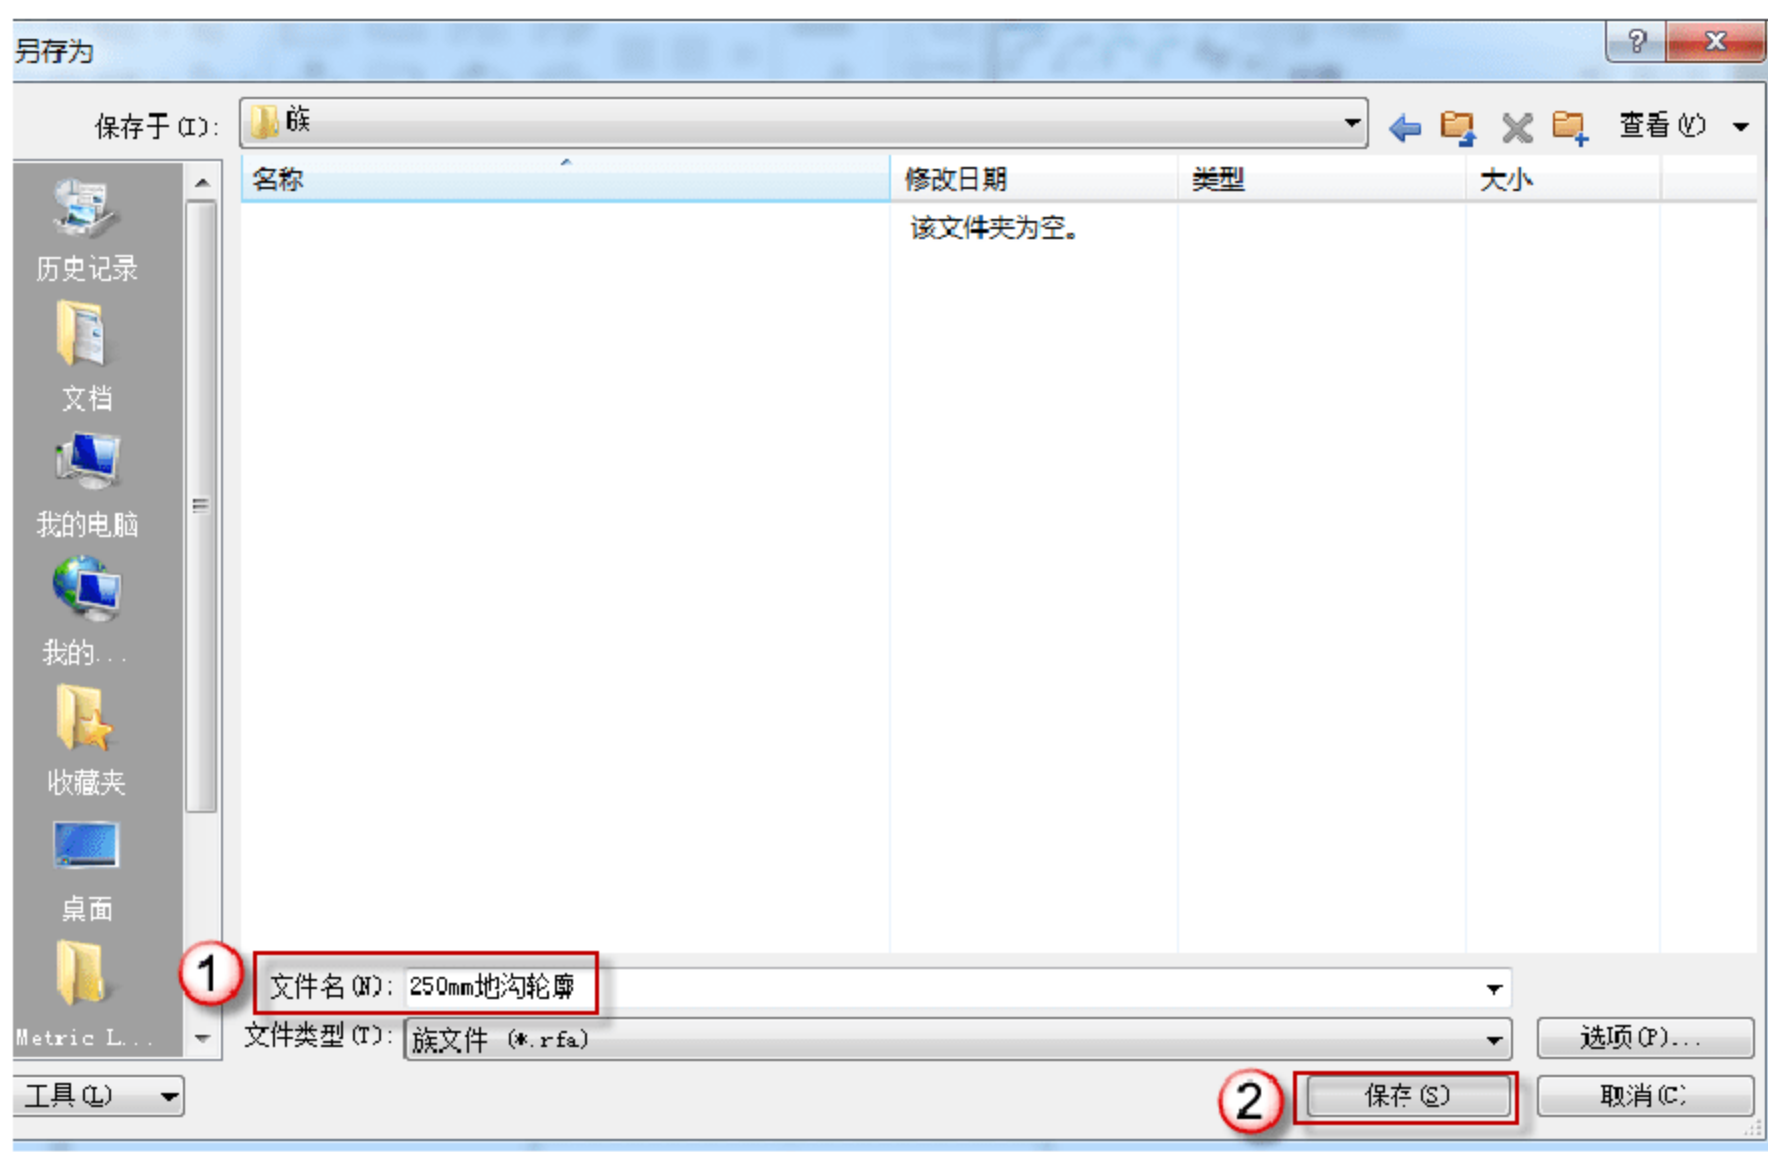

图 9.2.48 保存“250mm 地沟”轮廓族
(8) 保存“250mm 地沟”轮廓族。单击“程序菜单”按钮，在下拉菜单中选择“另存为”→“族”命令，在弹出的“另存为”对话框中，在“文件名”后输入“250mm 地沟轮廓”，单击“保存”按钮，如图 9.2.48 所示。